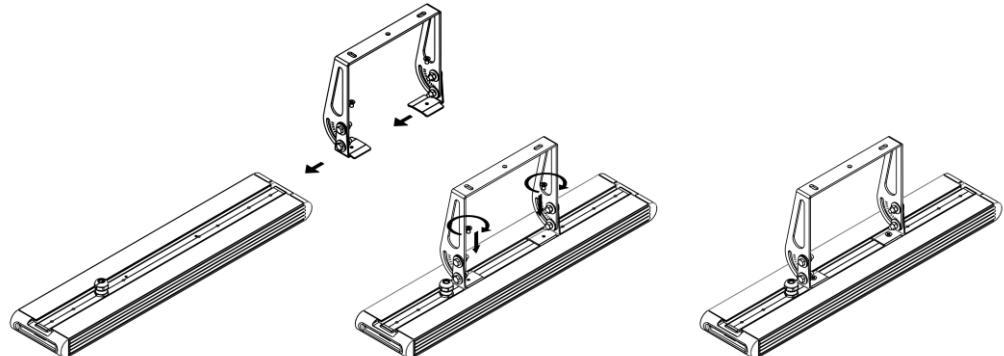

Рисунок 7 – Установка крепления Скоба малая с регулировкой (на примере Element 0,5x1).
5.5.1. Распакуйте крепление и установите на светильнике (см рисунок 7). Заведите крепление в паз на корпусе светильника. Для фиксации крепления на корпусе светильника имеются 2 отверстия. Совместите отверстия на креплении с отверстиями на корпусе. Шаг между винтами на креплении должен совпасть с шагом между винтами на корпусе. Крепление должно встать симметрично поперечной оси светильника. Вкрутите два винта M5, идущих в комплекте для фиксации крепления на корпусе светильника (см. рисунок 4, б).